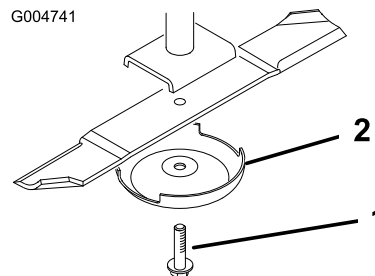

Figura 130
3. Retire del eje de la cuchilla el perno de la cuchilla, el protector de césped y la cuchilla (Figura 130).